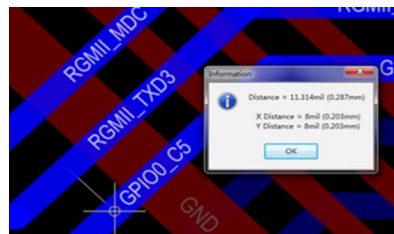

图1 RGMII_TXD3 PCB走线局部
- TXD3 这根线的左右两边分别是 MDC 和 PWM 信号，跟 TXD3 的中间距离最小为 12mil，线粗为 5mil（参见图 1），不满足 3W 规则。尝试割断左右这两根线并焊接飞线，也可以解决这问题。